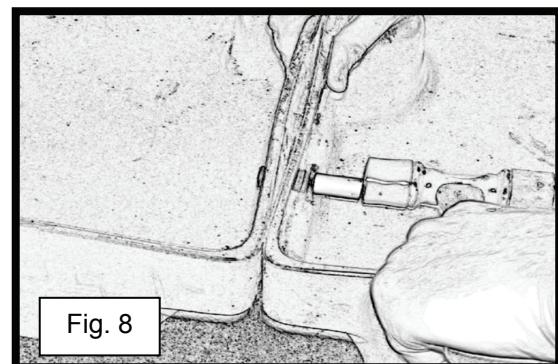

Fig. 8
- 7) Gebruik één hand om te verhinderen dat de vergaarbakken bewegen en tik op de teflon buis totdat die door de tweede ring in de andere vergaarbak steekt (zie fig. 8). **OPMERKING:** Zie instructie 5 als u weerstand voelt.